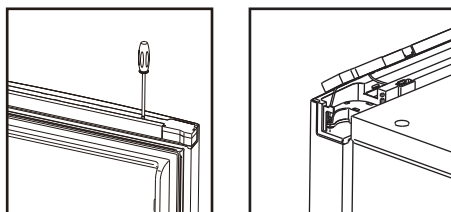

Рисунок 9
1. Откройте дверь, аккуратно снимите пластиковую панель дверцы с помощью отвертки. Будьте аккуратнее с проводкой внутри (рис. 9).